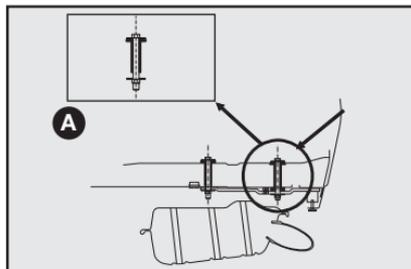
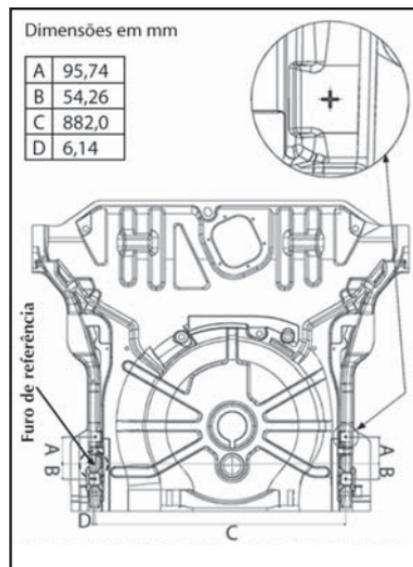

fig. 16
fig. 17
- Efetuar no veículo a furação com Ø (diâmetro) 11 mm traspassando o assalho posterior (ver detalhe **A-fig. 16**) e a longarina nas marcas esquemáticas indicadas na **fig. 17**.